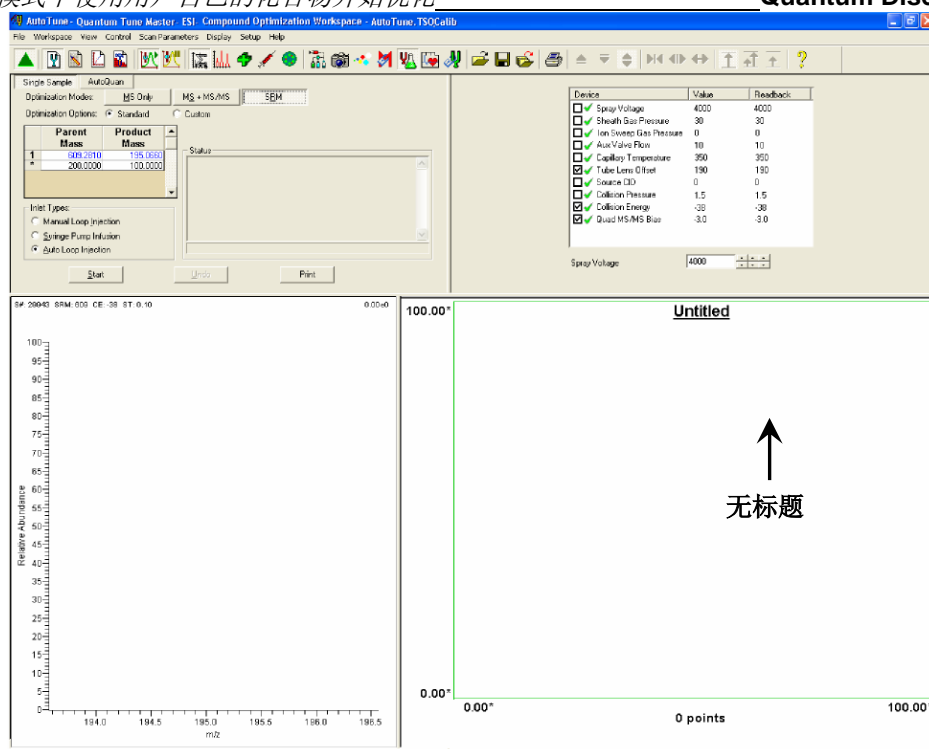

图4-10. 化合物优化工作区域
1. 在Tune Master中的Control / Scan Mode（控制/扫描模式）工具栏上点击Compound Optimization Workspace（化合物优化工作区域）按钮，显示Compound Optimization（化合物优化）工作区域，见图4-10。
- a. 选择Optimization Modes（优化模式）：SRM（选择反应监测）按钮，允许用户优化一个选中的反应。(图4-10)